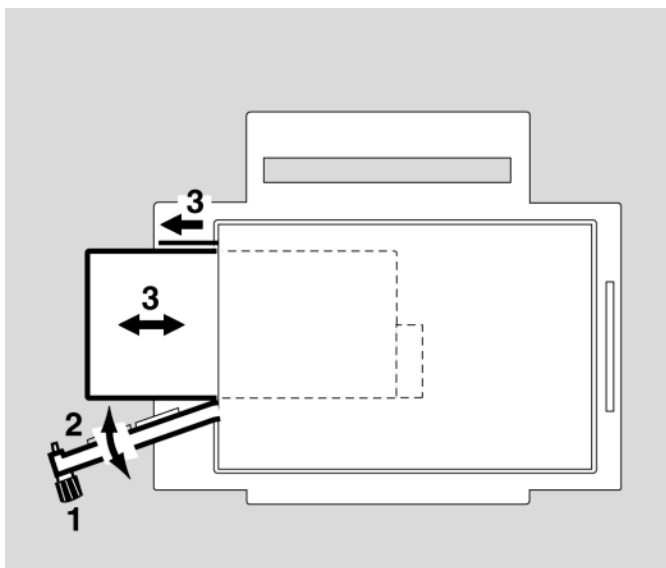

Figure 2 Démontage accu alternatif
1. Dévisser la vis Figure 2/1 du couvercle du logement de l'accu en tournant vers la gauche jusqu'à ce que le couvercle puisse être ouvert.
2. Rabattre le couvercle Figure 2/2 vers le bas.
3. Tirer sur l'accu alternatif Figure 2/3 avec la patte de retrait et l'enlever.